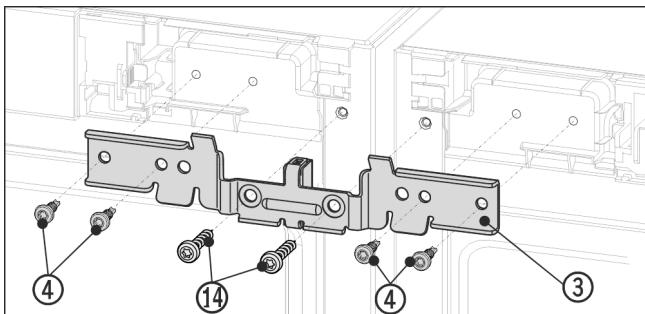

Fig. 12 Primjerni prikaz
- ▶ Gurnite kutnik Fig. 12 (3) s razmačnim elementom između uređaja i na rukavce. Labavo zavijte kutnik pomoću četiri vijka Fig. 12 (4) i prethodno odvrnutih vijaka za uzemljenje Fig. 12 (14) naizmjence desno i lijevo.